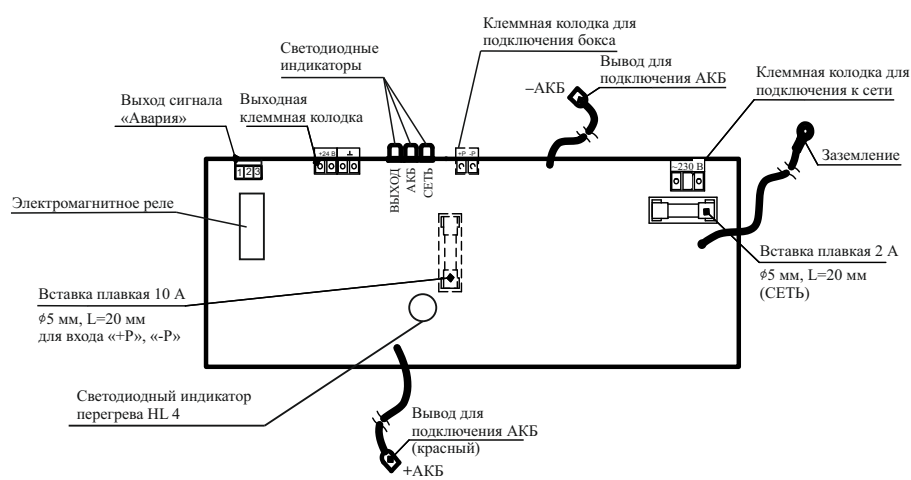

Рисунок 1– Плата источника
6.4 Для подключения источника следует использовать провода с максимальным сечением согласно п. 2.18. Подключение источника (рисунок 1) производить в следующей последовательности: